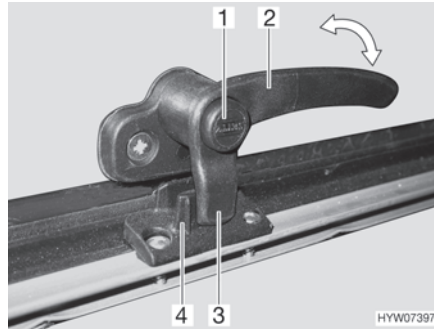
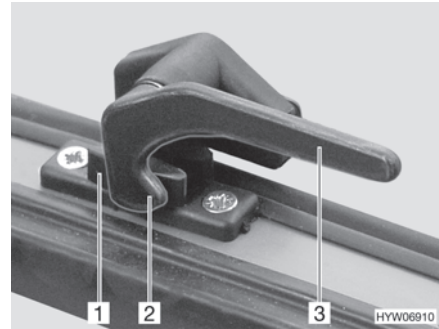

Fig. 87 Leva di serraggio con bottone di sicurezza in posizione "Chiuso"
Fig. 88 Leva di serraggio in posizione "Chiuso"
- Se presente, premere e tenere premuto il bottone di sicurezza (Fig. 87,1).
- Ruotare tutte le leve di serraggio (Fig. 87,2 o Fig. 88,3) di un quarto di giro verso il centro dell'oblò.
- Ruotare tutte le leve di serraggio (Fig. 87,2 o Fig. 88,3) di un quarto di giro verso il telaio. Il nasello di bloccaggio (Fig. 87,3 o Fig. 88,2) si trova sulla parte interna del bloccaggio dell'oblò (Fig. 87,4 o Fig. 88,1).
- In posizione "Completamente chiusa" (Fig. 87 e Fig. 88)